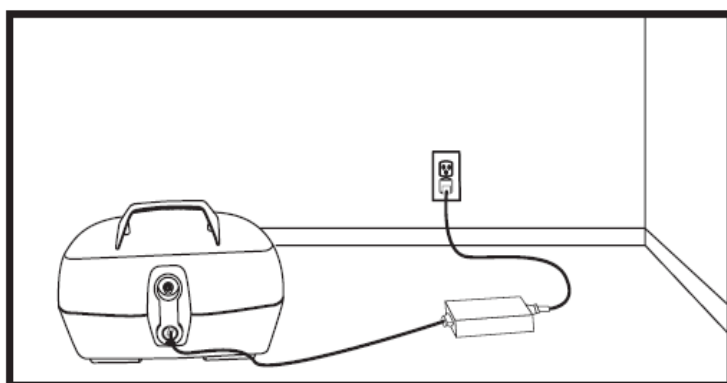

Figura 18. Cargando las baterías (con la caja de baterías fuera del scooter)
1. Coloque su scooter o paquete de la batería cerca de una toma estándar de energía. (Ver figura 18).